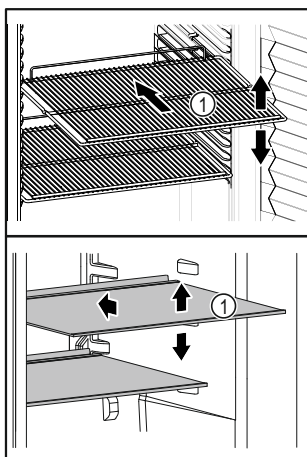

Fig. 22 Primjer izgleda
- ☐ Ako su površine za polaganje Fig. 22 (1) pomične, prilagodite ih po visini.